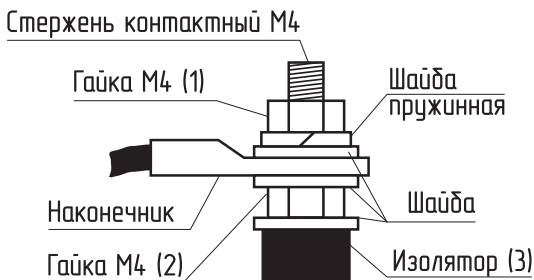

Рис.7 Присоединение проводов к выводам блок ТЭН
- При замене блок ТЭН присоединение фазных проводов к выводам блок ТЭН производить согласно **Рис.7**. Сечение кабеля указано в **таблице 1**;
- Провод нейтраль «N» подключить на перемычку блока ТЭН (**Рис.7**).